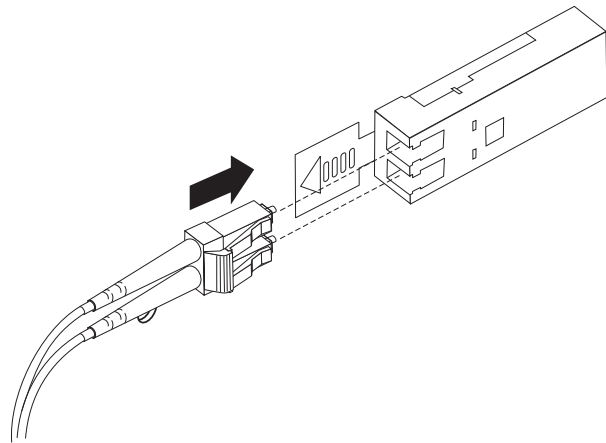

図 22. LC-LC ファイバー・チャネル・ケーブルの SFP モジュールへの挿入
4. 保護キャップを外した LC-LC ケーブルの端を、EXP520 に取り付けられた SFP モジュールに慎重に挿入します。ケーブル・コネクタは、SFP モジュールに正しく挿入できるようにキー溝が付いています。図 22 に示すように、コネクタを持ったまま、所定の位置でクリック音がするまでケーブルを押し込みます。